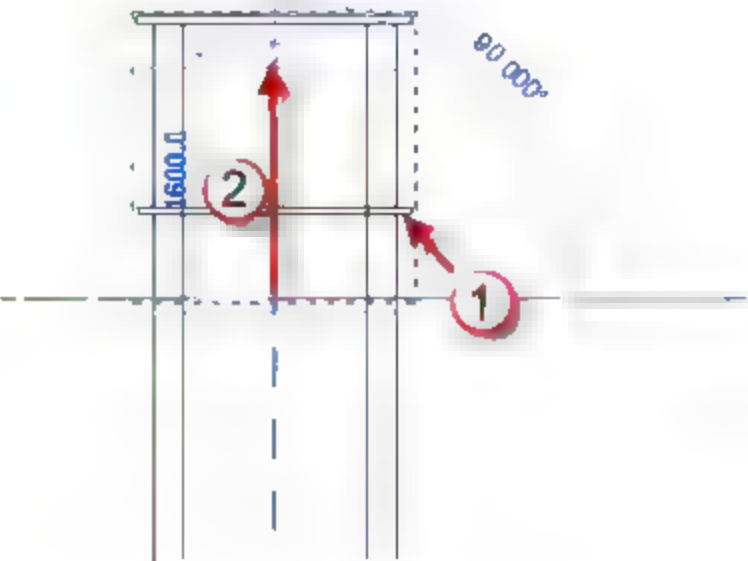
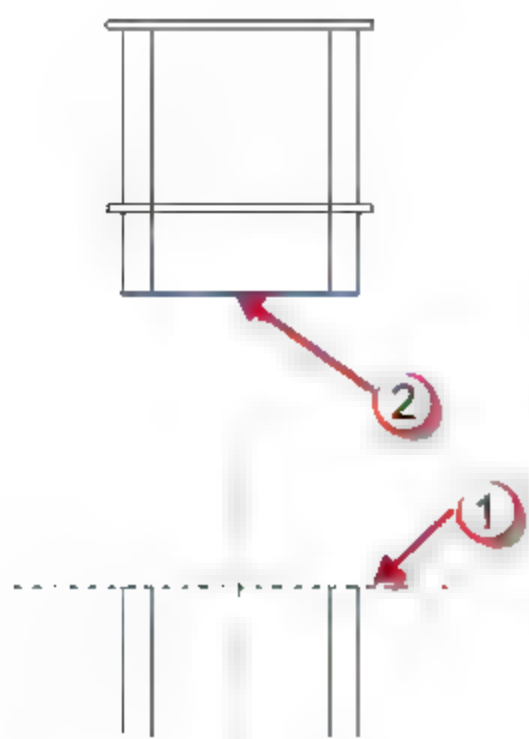

图 12.3.24 移动风道口组
图 12.3.25 拾取接触面
(22) 锁定突出屋面的风道。选择“风道口”组，按快捷键 M+V，将风道口组移动一定距离，如图 12.3.24 所示。按快捷键 A+L，分别拾取两个接触面，如图 12.3.25 所示。最后点击界面上的小锁，如图 12.3.26 所示。